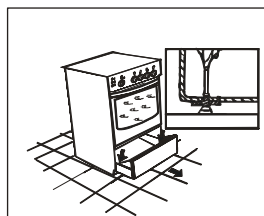

Рисунок 5
- Ножки также можно отрегулировать при помощи отвертки, для этого необходимо открыть отделение для посуды (Рисунок 5).